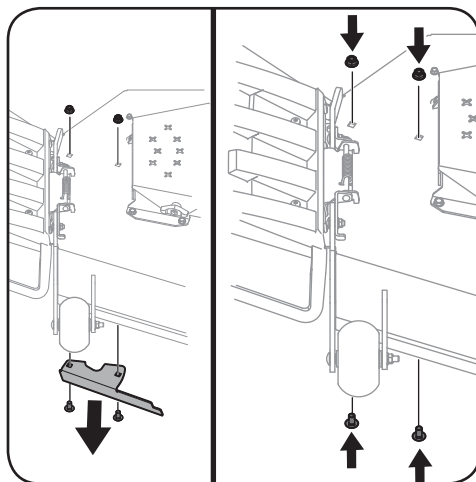

Figure 1-2
3. Retirez les boulons de carrosserie et les écrous à bride qui fixent le déflecteur interne sous le plateau de coupe. Voir Figure 1-2.
4. Après avoir retiré le déflecteur d'éjection, replacez les deux boulons de carrosserie et les deux écrous à bride sur le plateau de coupe. Voir Figure 1-2.